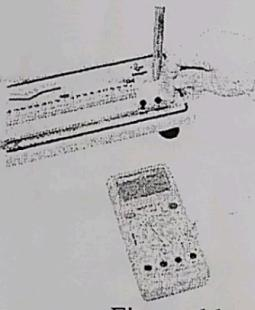

Figura 11
O ponto 2: Caso você possua um segundo medidor digital de temperatura, coloque o segundo termopar no pequeno orifício localizado no conjunto com conexão rápida (6) por onde se introduz a mangueira - Figura 11.